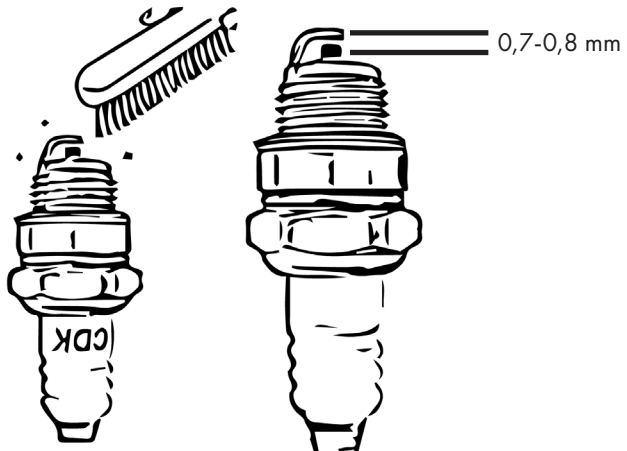

Abbildung 27
- Stellen Sie den Elektrodenabstand mit einem Sollwert von 0,7-0,8 mm ein. Siehe Abb. 27.